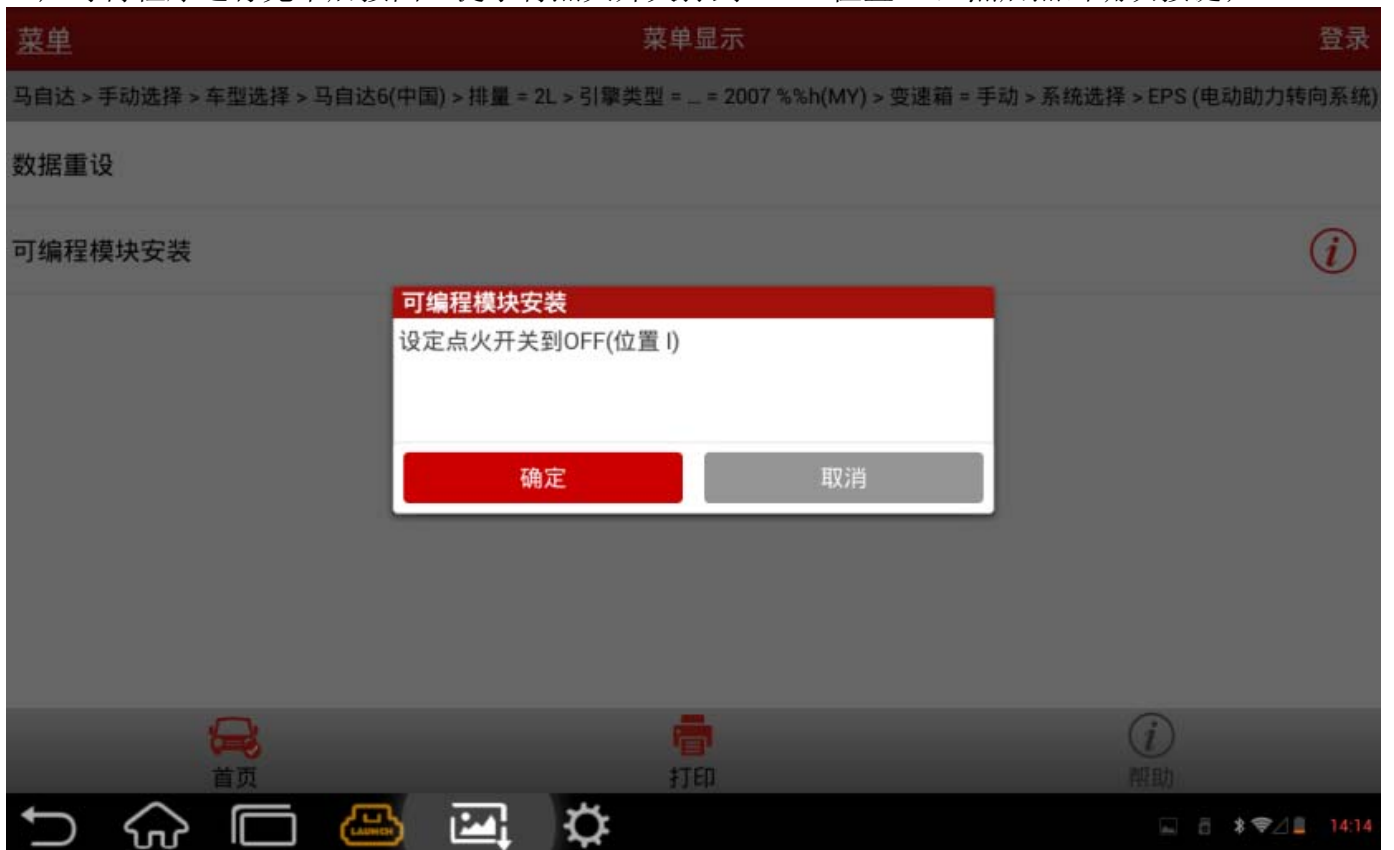

图 7
18). 等待程序运行完毕后按图 7 提示将点火开关打到 OFF (位置 1), 然后点击确认按钮;